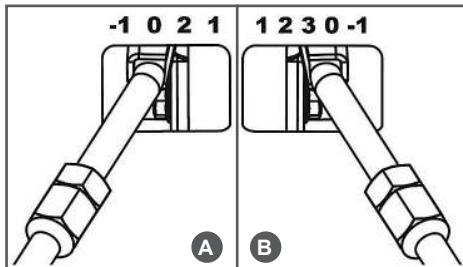
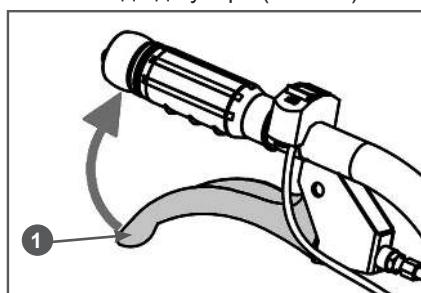

Рис. 28 Рычаг переключения передач
Рис. 29 Включение хода
7. Убедитесь, что рычаг переключения передач установлен в положение «0» нейтральной передачи (Рис. 28) и рычаг включения хода не нажат.
- Исходное положение — рычаг переключения передач в нейтральном положении «0» (Рис. 28).
- при переключении из нейтрального положения «0» - снова установите рычаг в нейтральное положение, быстро нажмите и отпустите рычаг включения хода (Рис. 29), подождите 2-3 секунды и снова переместите рычаг переключения передач в требуемое положение (Рис. 28);
- при переключении не из нейтрального положения «0» – не трогая рычаг включения хода и слегка нажимая на рычаг переключения передач в сторону требуемой передачи, немного переместите мотоблок вперёд или назад, или поднимите рабочие рукоятки вверх и переместите рычаг переключения передач в требуемое положение (Рис. 28).
- Для того чтобы начать движение мотоблока на выбранной передаче быстро и плавно нажмите рычаг 1 включения хода до упора (Рис. 29).
2. Отпустите рычаг включения хода (Рис. 29) и переведите рычаг переключения передач в нейтральное положение «0» (Рис. 28).
4. Не нажимая рычаг включения хода, переведите рычаг переключения передач в положение «1» (1-я передача) (Рис. 28).